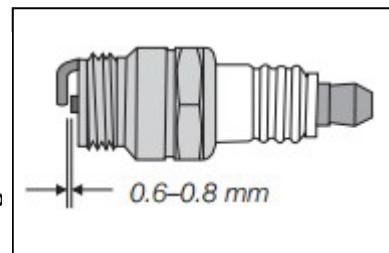

Figure 36
4. Проверьте зазор между электродами 0.75 мм Figure 36.